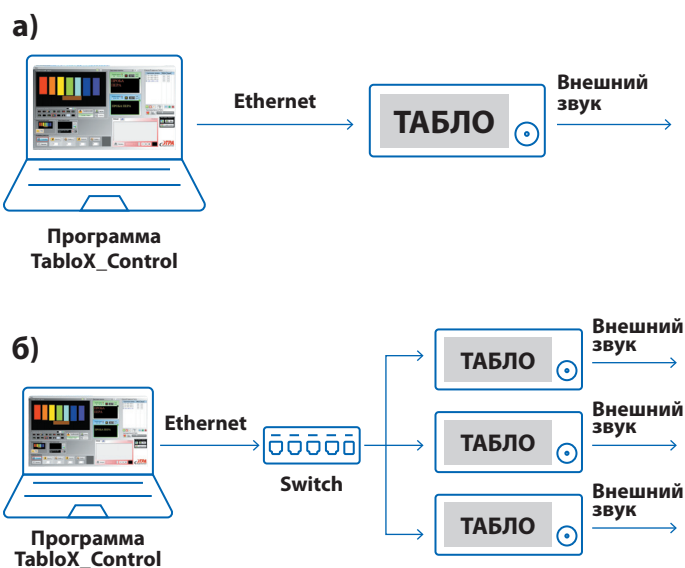

Рисунок 4 – Подключение Табло к компьютеру.
1. Командой от программы TabloX_Control. Для этого нужно иметь постоянное подключение Табло к компьютеру по сети Ethernet (рис.4). Таких Табло может быть столько, сколько позволяет подсеть компьютера. Изображения и тексты можно зачать одноразово, а впоследствии командами от компьютера выбирать нужную страницу для вывода на экран. Если есть необходимость, то можно изображения и тексты зачатывать в процессе работы и выбирать нуж-